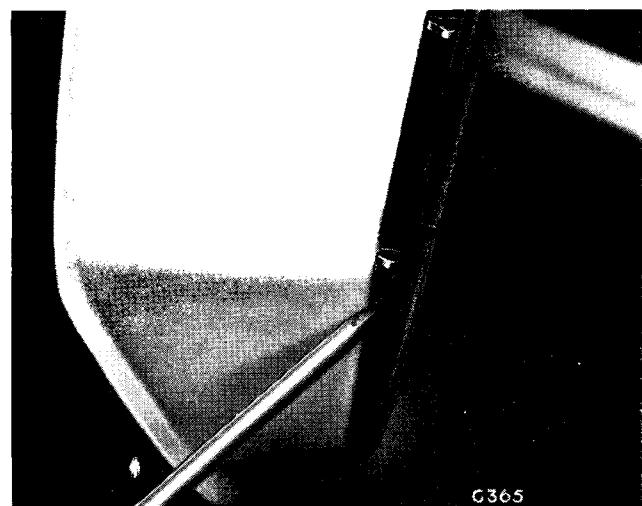

Fig. 21. Prying off door trim
3. Prise off the trim (Fig. 21).